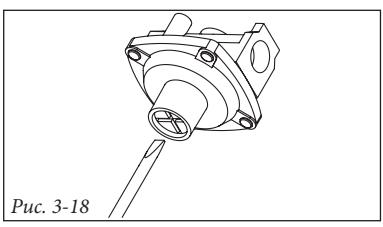

Рис. 3-18
- удалите заглушку (Рис. 3-18);